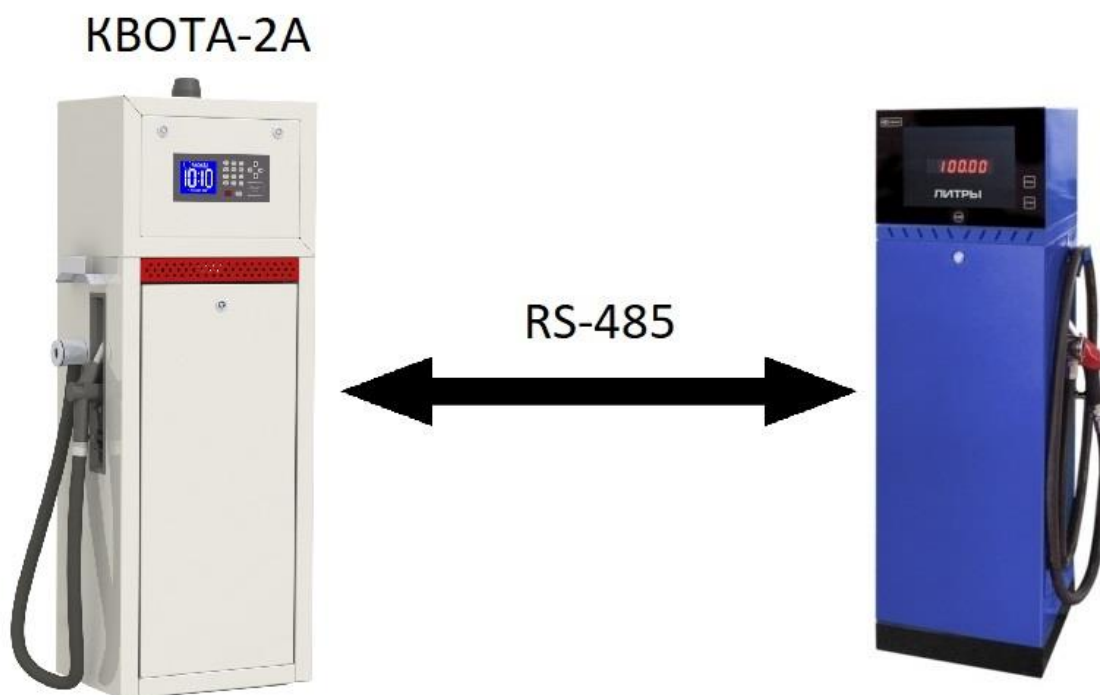
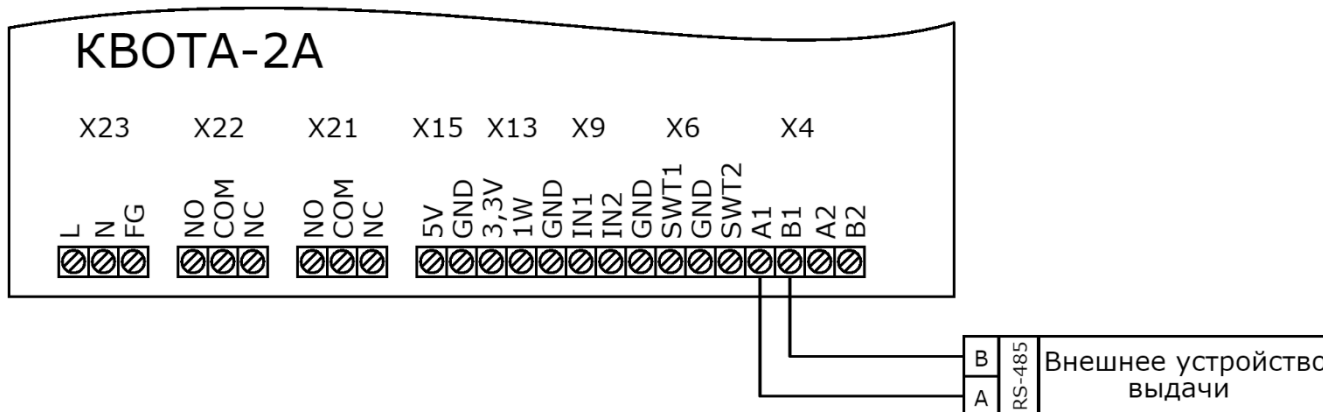

Рисунок 10
Рисунок 11
1. К насосному блоку с контроллером «КВОТА-2» может быть подключена одна однофазная колонка только по интерфейсу RS-485 (рис. 10) в соответствии с электрической схемой, представленной на рис. 11;